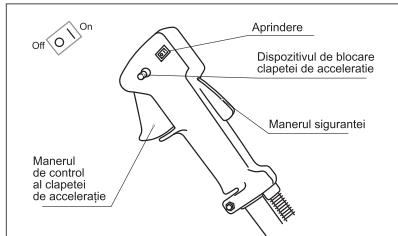

fig. 10
5. Poziționați întrerupătorul de aprindere, amplasat pe maneta de control, în poziția ON / 1. Apăsând pe mânerul siguranței, apăsați mânerul clapetei de acceleratie (mânerul de acceleratie) și blocați-l în poziție apăsată cu ajutorul dispozitivului de blocare (fig. 10).
1. Opreți aprinderea cu ajutorul întrerupătorului poziționat pe mânerul de control (fig. 10).
2. Apăsând pe mânerul siguranței, apăsați mânerul clapetei de acceleratie (mânerul de acceleratie) și blocați-l în poziție apăsată cu ajutorul dispozitivului de blocare (fig. 10).